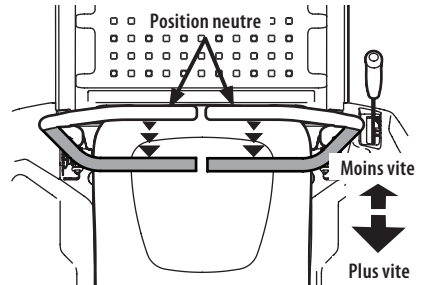

Figure 31
1. Poussez les barres de conduite lentement et graduellement vers l'arrière. L'appareil commencera à reculer (Figure 31).